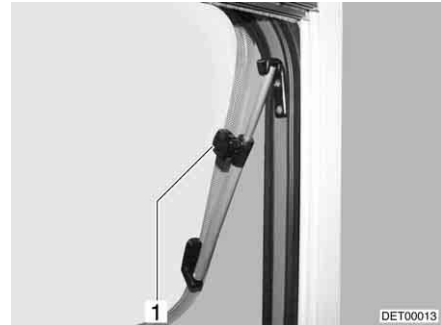

Fig. 82 Oblò con deflettori a rotazione, aperto
- Aprire l'oblò fino alla posizione desiderata e fissarlo mediante il pomello zigrinato (Fig. 82,1).
- Ruotare il pomello zigrinato (Fig. 82,1) fino a che l'arresto viene sbloccato.